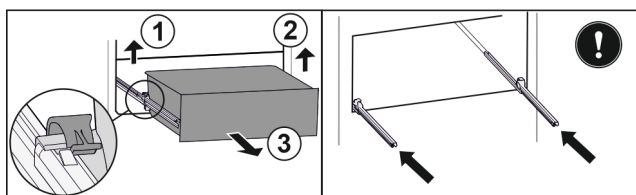

Fig. 41
- 提起左侧夹子，同时将抽屉左侧向前拉。 Fig. 41 (1)
- 提起右侧夹子，同时将抽屉右侧向前拉。 Fig. 41 (2)
- 朝前取出抽屉。 Fig. 41 (3)